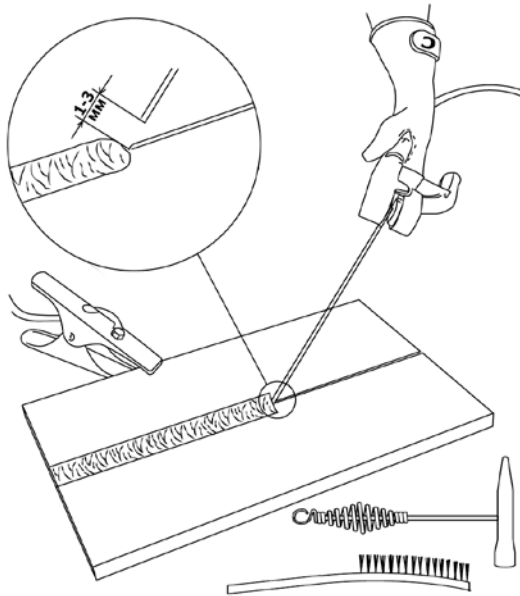

Рис. 10.2. Перед началом работы.
**6.** Начинайте сварочный процесс (См. рис. 10.2).
Перед началом работы не забудьте проверить следующее (См. рис. 10.2):